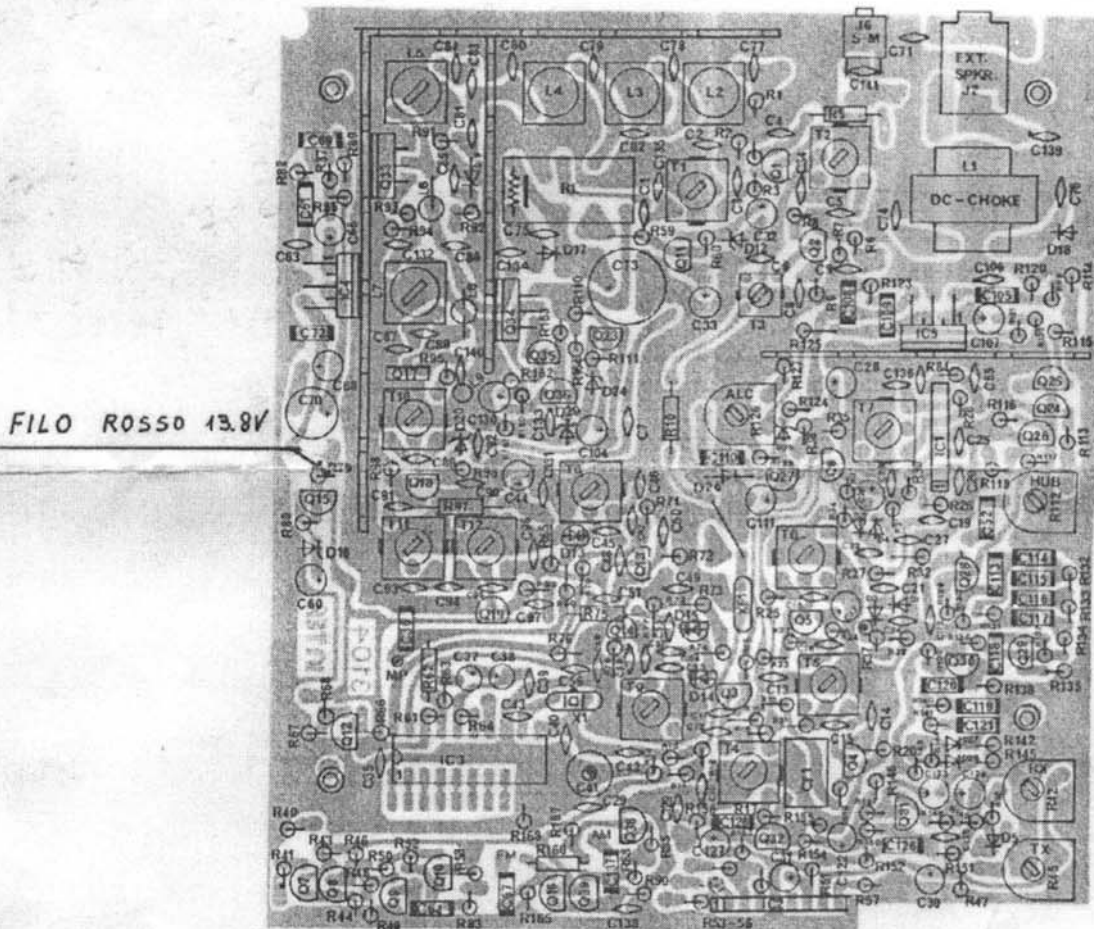

FIG. 3
- 4) Collegare il FILO ROSSO di alimentazione 13.8V a R-79. Vedi piastra madre (FIG. 3).